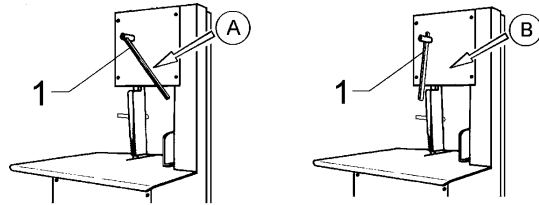

Fig. 7.6.1
7.6.1 - Réglage de la tension de la lame (Fig. 7.6.1)
La tension de la lame s'effectue mécaniquement à l'intérieur de la scie pour boucherie grâce au levier "1". Avec le levier sur la position "A" (Fig. 7.6.1) la lame est tendue. Pour débloquer la lame, placer le levier vers le bas, sur la position "B".
- Tendre la lame en tournant le levier et en le plaçant sur la position "A" (Fig.7.6.1). Vérifier la position de la lame sur les deux poulies: la lame doit poser sur les deux poulies, excepté pour la partie aiguisée qui doit sortir de la poulie (Fig. 7.6.3).